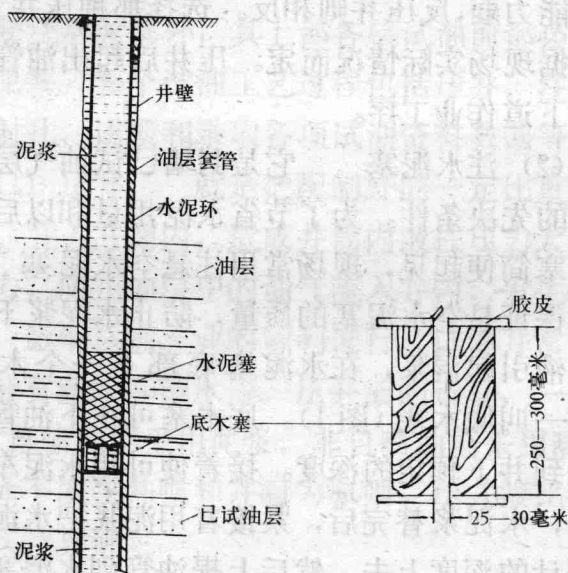

图1 水泥塞示意图
(2) 注水泥塞 它是封堵已试油气层上返试油的先决条件。为了节省水泥用量和以后处理水泥塞简便起见, 现场常用注悬空水泥塞工艺。为了保证悬空水泥塞的质量, 防止水泥浆下沉与压井液引起混浆, 在水泥塞底部下一个木制圆柱——叫底木塞(图1)。底木塞可在下油管时把它送到井下预定的深度。接着便可用水泥车替水泥浆, 水泥浆替完后, 紧接着用泥浆把水泥浆替到预计的深度上去。然后上提油管到水泥塞顶面以上, 候凝 48 小时探灰面试压合格后起出油管。